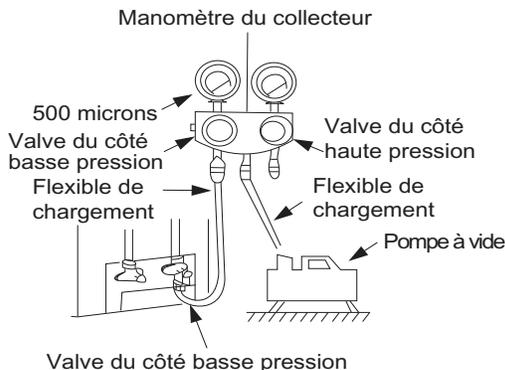

Fig. 34 – Manomètre du collecteur
3. Ouvrez complètement le côté basse pression du manomètre du collecteur (consultez la figure 34).